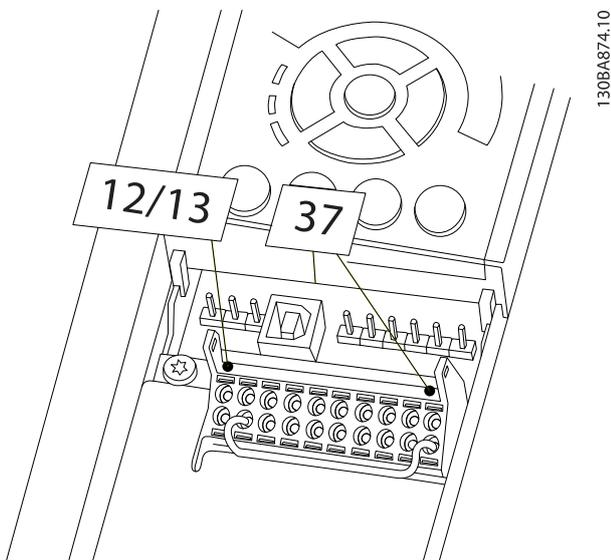

图 2.20 端子 12/13 (24 V) 与 37 之间的跳线
1. 取下端子 37 同 12 或 13 之间的跳线。仅断开该跳线还不足以避免短路。（请参阅图 2.20 中的跳线。）
当 LCP 底部的状态行显示“自动 远程 惯性停车”或“报警 60 外部互锁”时，即表明设备已做好运行准备，只不过缺少端子 27 上的输入信号。有关详细信息，请参阅图 2.20。